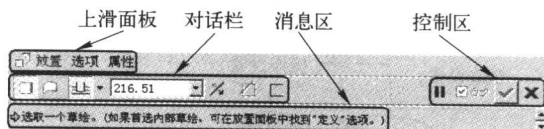

图 1-3 特征操作控制面板
3) 单击“基础特征”工具栏中的按钮 ，则在窗口下侧出现此特征操作的操作控制面板（简称操控板），如图 1-3 所示。操控板一般由“对话框”、“上滑面板”、“消息区”和“控制区”组成。在图形窗口中选取几何并设置优先选项时，操控板会缩小可用选项的范围，使用户仅锁定在建模的范围。对话框可在图形窗口和对话框中完成大部分建模工作。激活工具时，对话框显示常用选项和收集器。